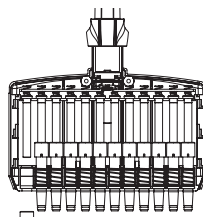

Bild 4
2. Lösen Sie den Kolben vorsichtig aus der Schiene und bewegen Sie ihn nach oben, um ihn zu entfernen (Bild 4).